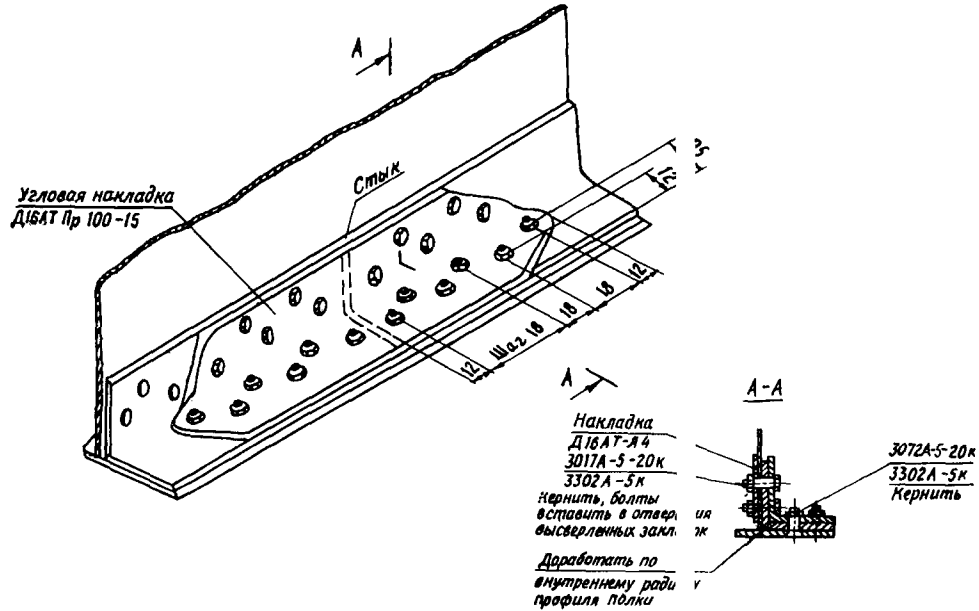

Рис. 2.7.4. Стык участка полки лонжерона сечением 45×45 мм при длине заменяемого участка более 100 мм
4.6. Установите на место новый участок полки, угольник, накладки. Установите болты, шайбы, наверните и затяните гайки, как указано на рис. 2.7.4—2.7.6.